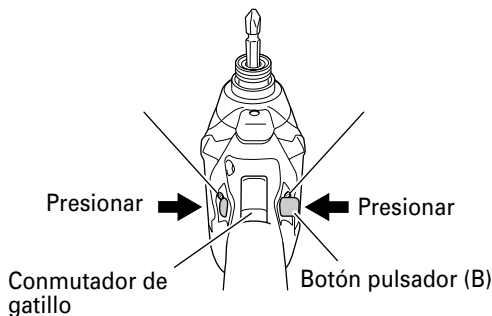

Fig. 8
El lado L (izq.) del botón pulsador (B) se usa para hacer girar el manguito hacia la izquierda. (Vea la Fig. 8). (Las marcas y están en el cuerpo de la herramienta.